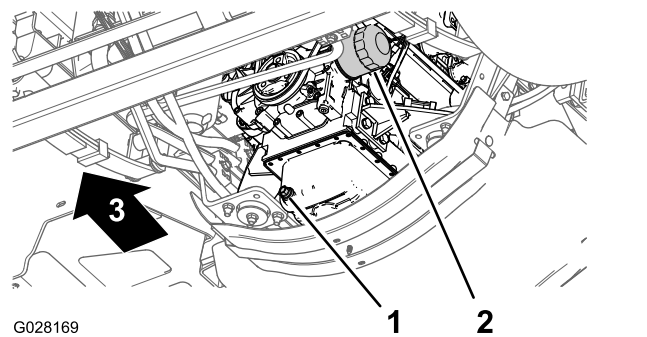

Рисунок 72
3. Поместите сливной поддон под масляный фильтр двигателя (Рисунок 72).
4. Снимите старый масляный фильтр (Рисунок 72).
8. Установите масляный фильтр на переходник фильтра и поворачивайте его по часовой стрелке, пока резиновая прокладка не войдет в контакт с переходником фильтра, после чего затяните фильтр, повернув его еще на 1/2 оборота (Рисунок 72).
1. Подставьте под пробку сливного отверстия сливной поддон (Рисунок 72).
2. Снимите сливную пробку и дайте маслу полностью стечь (Рисунок 72).